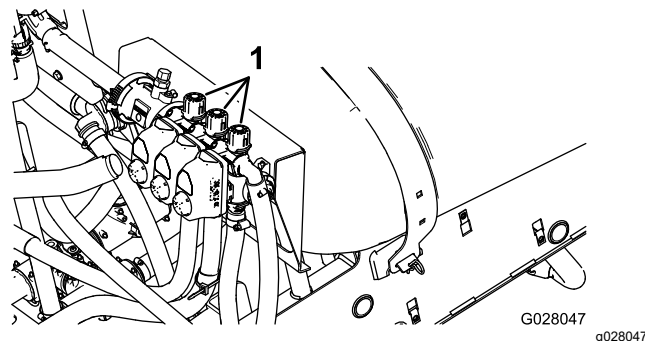

Figura 21
2. Opriți seciunea stânga i reglați butonul de bypass pentru seciune (Figura 21) până când valoarea presiunii ajunge la nivelul reglat anterior (în mod tipic 2,75 bar).
4. Reglați butonul de bypass pentru seciunea dreaptă (Figura 21) până când valoarea presiunii ajunge la nivelul reglat anterior (în mod tipic 2,75 bar).
6. Reglai butonul de bypass pentru seciunea centrală (Figura 21) până când valoarea presiunii ajunge la nivelul reglat anterior (în mod tipic 2,75 bar).